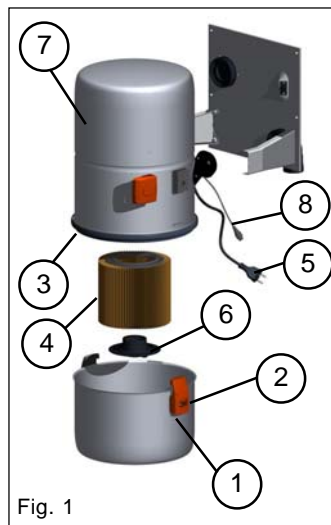

Fig. 1
### 2.1 Tömning av dammbehållare, fig. 1
## 2.2 Filterservice, fig. 1
**Motorn och övriga elkomponenter finns upptill i centralenheten [fig 1; (7)]. Den övre delen innehåller inga delar som kan servas av användaren. Om fel uppstår, kontakta en auktoriserad Allaway-servicefirma.**
- Kontrollera svagströmskontaktens [fig. 1; (8)] anslutning till motstycket på centralenhetens väggstativ.
- Kontrollera om anläggningen startar från centralenhetens svagströmskontakt [fig. 1; (8)] genom att kortsluta centralenhetens startkrets med en metalltråd.
Ta loss centralenheten från dess plats när tilltäppningen är lokaliserad och kontrollera att centralenhetens anslutningsstosar inte är tilltäppta. Koppla stosen på centralenhetens sug sida till sugdosan i den gren som är tilltäppt med en slangmuff [eller om tilltäppningen finns i ett stamrör till den dosa som är närmast tilltäppningen]. Starta centralenheten från svagströmskontakten [fig. 1; (8)] med en metalltråd. Gå till det ställe där centralenheten är installerad; tillslut/öppna öppningen på sugröret med handflatan. Detta utsätter tilltäppningen för kortvarigt undertryck. Lös gör centralenheten från sugdosan så att turbinen får luft emellanåt och inte överhettas, om tilltäppningen inte försvinner inom 10–15 sekunder. Upprepa försöket efter cirka en minut.
Starta centralenheten – med alla sugdosor stängda – från centralenhetens svagströmskontakt [fig. 1, (8)] med en metalltråd. Om det efter cirka 10 sekunders drift kommer luft ur utblåsningsröret, läcker rörsystemet. Lokalisera och åtgärda läckaget. *Låt inte centralenheten gå med alla sugdosor stängda längre än 20 sekunder*, eftersom turbinen inte får luft i en helt tät installation. Den överhettas och kan ta skada.